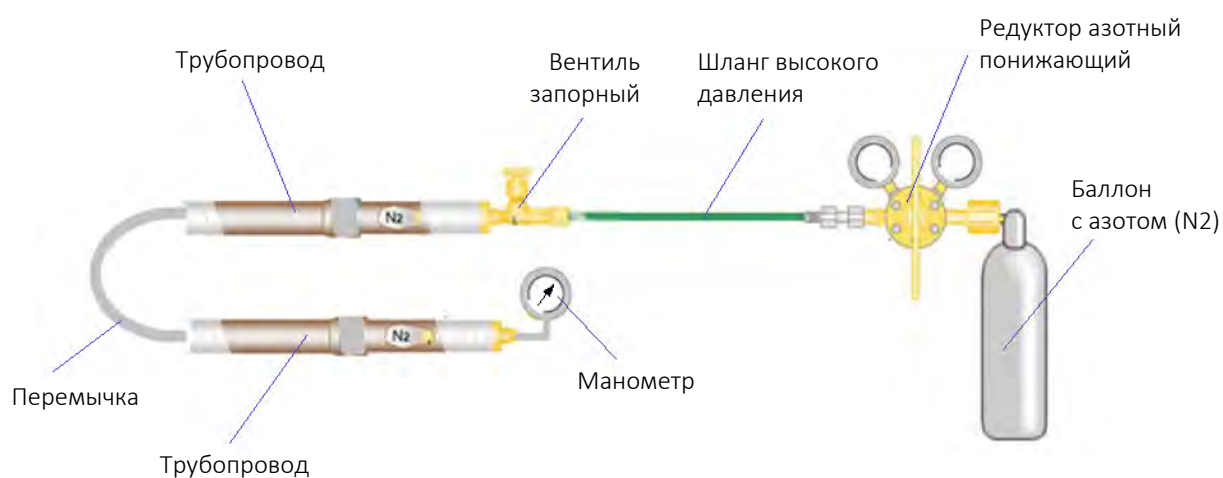

Рис.2.18
2.5.4 Схема подключения для проверки герметичности на рис.2.18